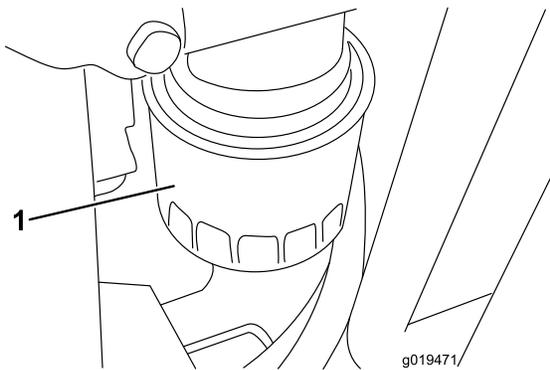

Figura 52
2. Retire el filtro de aceite (Figura 52). Aplique una capa ligera de aceite limpio al filtro nuevo antes de enroscarlo. No apriete el filtro demasiado.